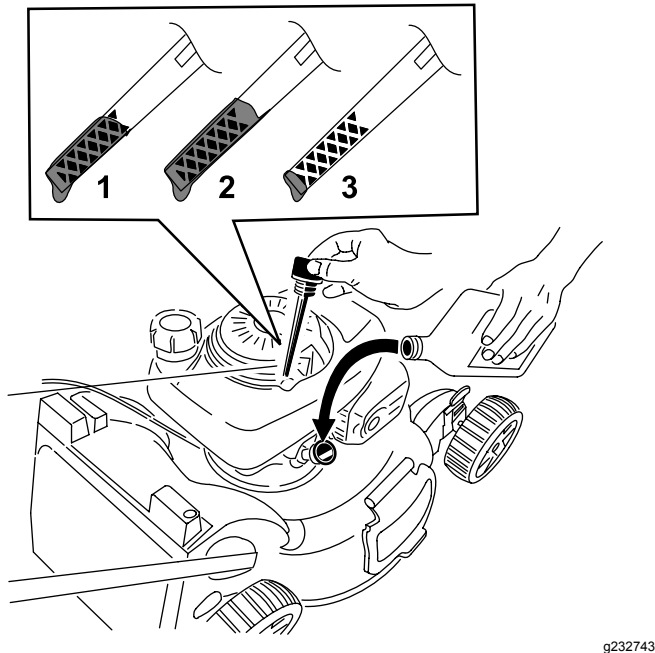

Figure 16
2. Tournez le bouchon dans le sens antihoraire et sortez la jauge (Figure 16).
5. Relevez le niveau d'huile indiqué sur la jauge (Figure 16).
- Si le niveau d'huile est trop bas, (Figure 16), versez avec précaution une petite quantité d'huile détergente SAE 30 ou SAE 10W-30 dans le tube de remplissage, attendez 3 minutes puis répétez les opérations 3 à 5 jusqu'à ce que le niveau d'huile correct soit atteint.
- Si le niveau d'huile est trop élevé (Figure 16), vidangez l'excédent d'huile jusqu'à ce que la jauge indique le niveau correct ; voir Vidange de l'huile moteur \(page 19\).